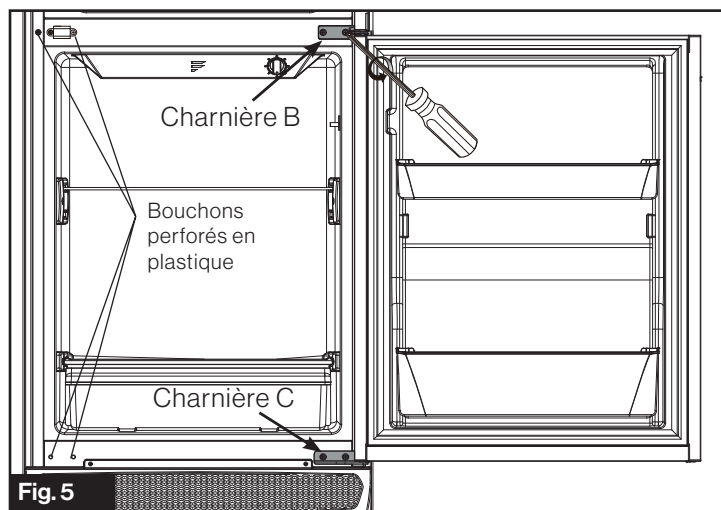

Fig. 5
2. Démontez la porte du réfrigérateur en retirant les vis de fixation des charnières B et C. (Fig. 5)